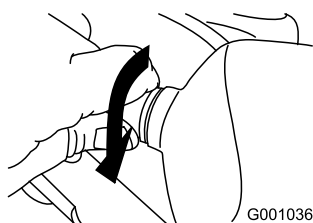

Рисунок 56
5. Поворачивайте цоколь лампы по часовой стрелке до тех пор, пока лампа не будет надежно ввернута (Рисунок 56).